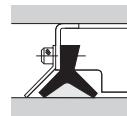

Рис.2 Усиленный грязесъемник
- (3) В местах, где возможно попадание стружки или окалины от сварки, необходимо предусмотреть укрытие для защиты от загрязнений, как например, гофрозащиту или телескопический чехол, либо грязесъемник, усиленный металлической пластиной, как показано на Рис.2.